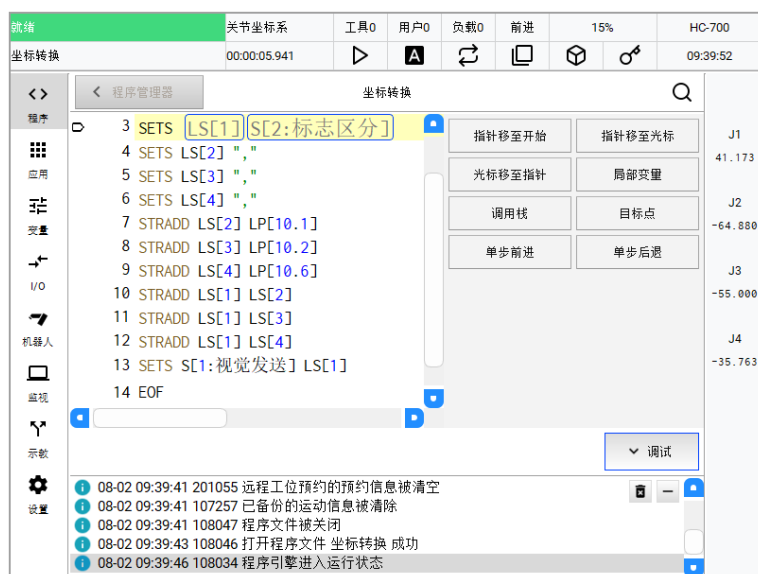

图8-8 自动运行图-4
4. 先将光标和指针移至开始，再按【启动按钮】，程序将开始运行。如图8-8所示。